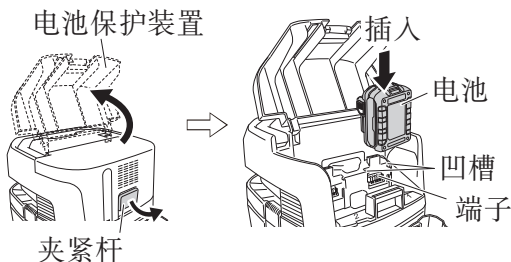

图 6
拉起夹紧杆，打开电池保护装置。然后将电池对准本机的凹槽，并将电池牢牢地按入，直到听到咔哒声。（参照图 6）
4. 插入电池（参照第 11 页的图 6）